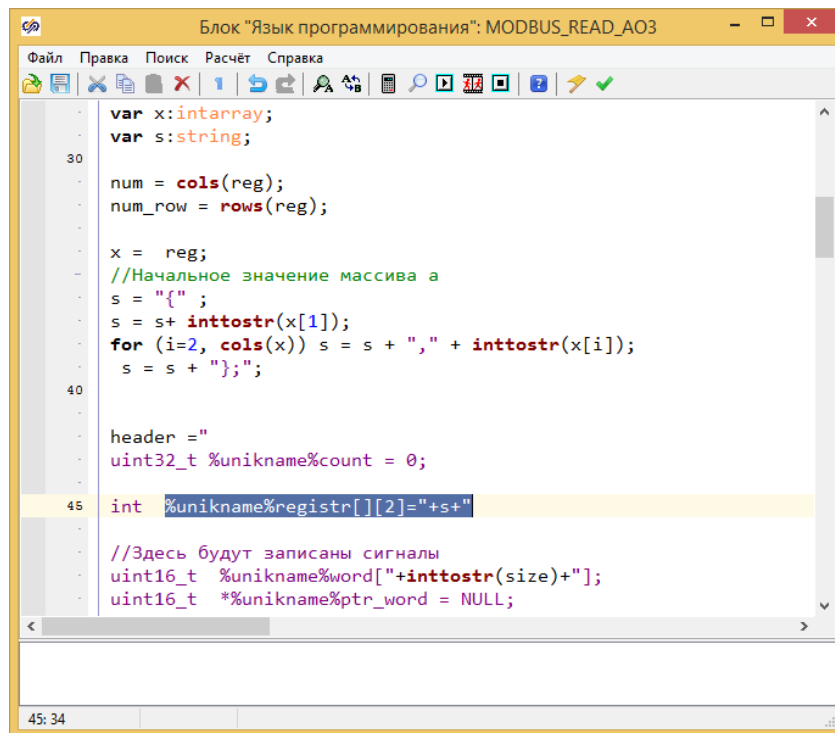

Рисунок 20
Разрабатываемый блок должен обладать возможностью задавать в “**Reg**” несколько интервалов приема данных приходящих по протоколу Modbus ([[addr1, nb1]; [addr2, nb2]; [addr3, nb3];]) рассмотрим использование скриптового языка для формирования аргументов функции чтения данных **modbus_read_registers**. Рассмотрим код скриптового языка блока см. Рис. 20. Необходимо сформировать строку “s” содержащую элементы матрицы “**Reg**” в виде одномерного массива (s = “ {addr1, nb1, addr2, nb2, addr3, nb3};”), порядок расположения элементов матрицы по строкам. Строка “s” должна содержать символы “ {” и “}” в начале и конце, а между ними элементы матрицы “**Reg**” через запятую, в самом конце строки после символа “}” необходимо расположить символ “;”. Строка необходима для инициализации массива СИ-коде
- 1) Определить массив целочисленных элементов “**var x: intarray;**” и строковую переменную “**var s:string;**” после операции присвоения (**x = Reg**) элементов двухмерного массива “**Reg**” одномерному массиву “**x**” элементы хранящиеся в двухмерном массиве будут расположенными в одномерном массиве “**x**” по строкам см. Рис. 20.